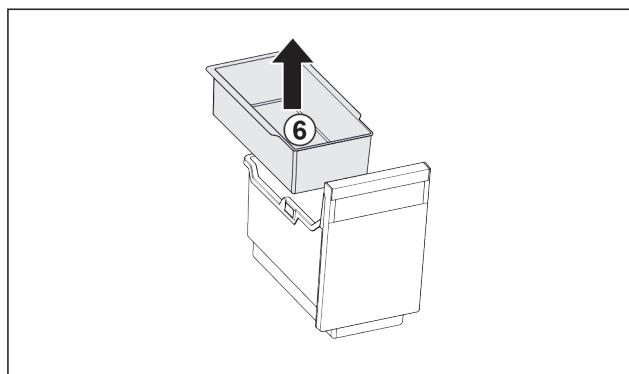

Fig. 90
- ▶ Wyjąć półkę zawieszoną *Fig. 90 (6)*.